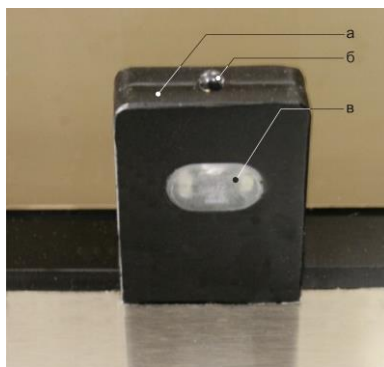
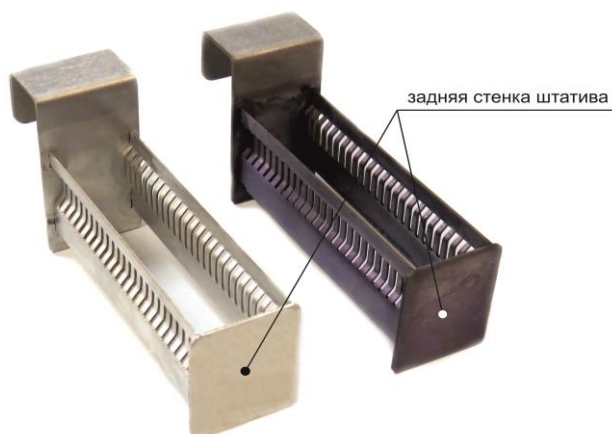

Рисунок 23. Внешний вид датчика присутствия со световой индикацией.
Рисунок 27. Задняя стенка штатива.
Состояние станций отображается на датчиках присутствия со световой индикацией. (Рисунок 23).
8.5. Периодически рекомендуется очищать спиртовым раствором заднюю стенку штатива от следов красителей (Рисунок 27). Так как в процессе длительных окрасок в едких веществах может окраситься сам штатив, что негативно влияет на обнаружение его датчиками присутствия, в которых установлена чувствительная электроника. (Рисунок 23.)